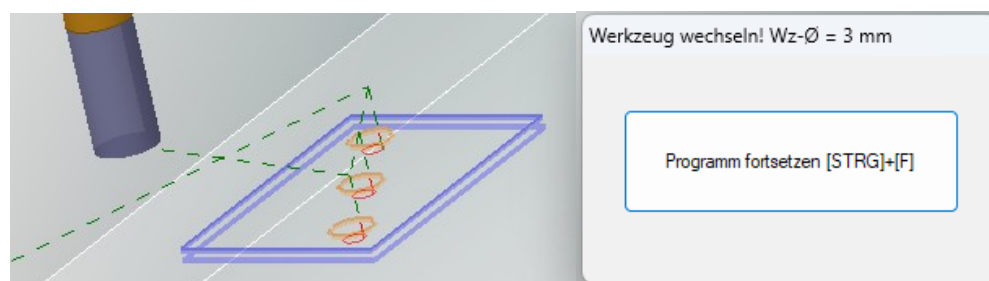

Bild 3: Die Simulation mit Unterbrechung
5. Die Simulation zeigt den Ablauf (Bild 3). Und sie zeigt auch beim Bearbeiten die Unterbrechung, nachdem die Löcher fertig sind.